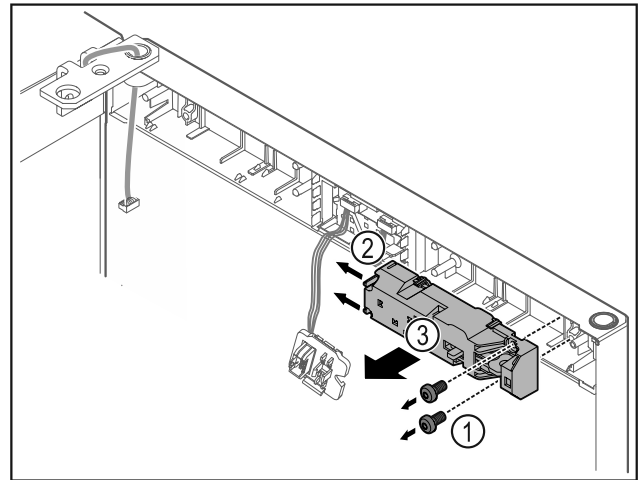

Fig. 23
- ▶ Retirar los tornillos Fig. 23 (1).
- ▶ Presionar hacia un lado las lengüetas de retención Fig. 23 (2) y retirar el cierre a distancia Fig. 23 (3).